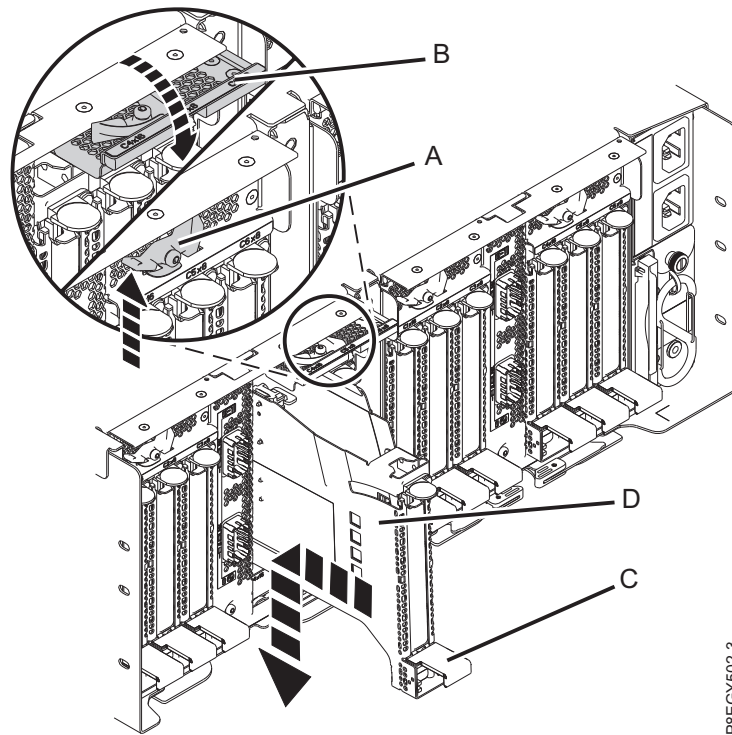

Figure 74. Installation d'une cassette de cartes PCIe dans le tiroir d'extension PCIe3
- b. Saisissez avec précaution le bord supérieur de la cassette de cartes (D) et alignez cette dernière avec l'emplacement. Voir figure 74, à la page 71.
- c. Faites glisser la cassette de cartes PCIe (D) dans son emplacement.
- d. Une fois la cassette de cartes PCIe (D) insérée dans son emplacement, appuyez sur la poignée de la cassette (C) pour fixer la cassette de cartes (D) dans son connecteur. Voir figure 74, à la page 71.
- e. Faites pivoter la porte de verrouillage (B) vers le bas et appuyez dessus afin de la placer en position fermée, comme illustré dans la figure 74, à la page 71. Le loquet de verrouillage (A) se bloque automatiquement.